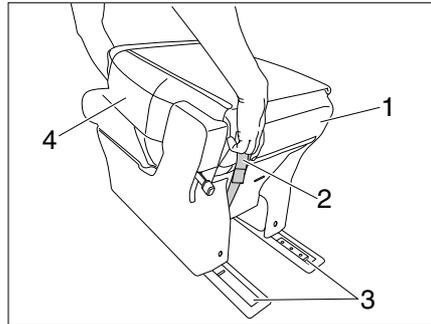

Bild 28 Sitz einbauen
- Sitz (Bild 28,1) an der roten Schlaufe (Bild 28,2) anheben und in die Schienen (Bild 28,3) einsetzen.
- Prüfen, ob der Sitz (Bild 28,1) richtig eingerastet ist.
- ▷ Die Rückenlehne (Bild 28,4) des Sitzes lässt sich erst aufstellen, wenn der Sitz korrekt in den Schienen eingerastet ist.
- An der roten Schlaufe (Bild 28,2) ziehen und zusätzlich den Sitz an der Rückenlehne (Bild 28,4) anheben.
- Sitzbank an Sitzpolster und Rückenlehne (Bild 28,4) fassen und aus dem Fahrzeug tragen.